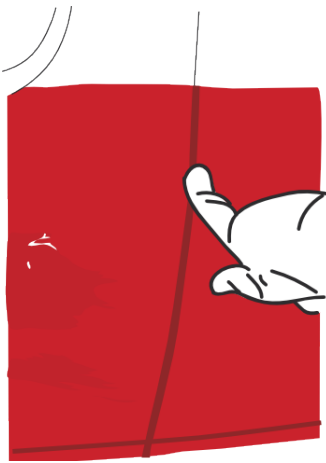

Figure 29
- › Marquer les contours de la pièce à l'aide de la main (gantée). (FIG. 29)